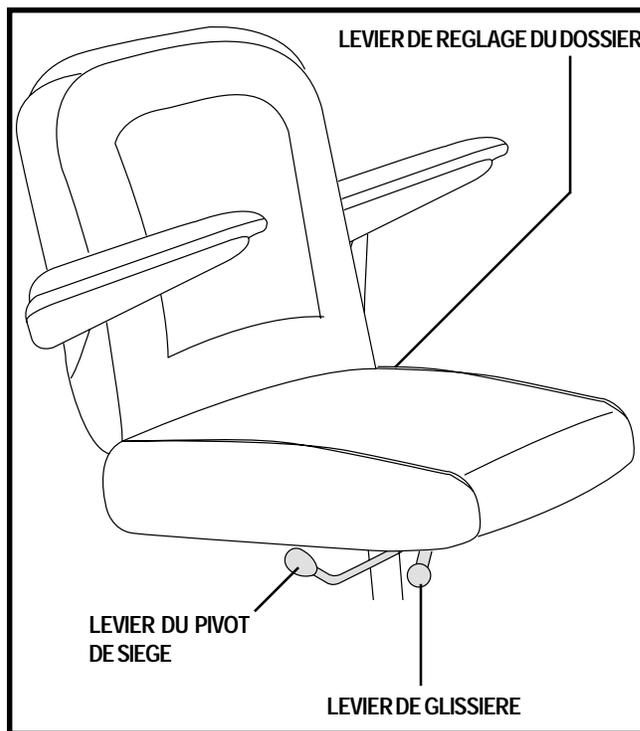

Figure 15. Réglages du siège
1. Poussez le levier vers l'arrière pour débloquer le siège. Voir la figure 15.
Votre PMV est équipé d'une glissière à siège de type automobile. Vous pouvez déplacer le siège vers l'avant ou vers l'arrière. Voir la figure 15.
Pour régler le dossier de votre PMV, suivez les instructions suivantes. Voir la figure 15.